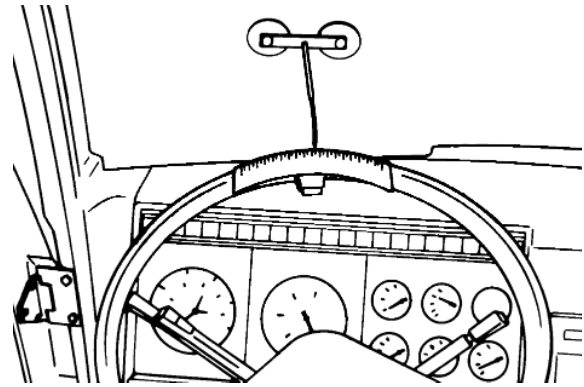

Abb. 18
- Skala auf das Lenkrad stecken und Zeiger am Armaturenbrett oder an der Windschutzscheibe befestigen (**Abb.18**).